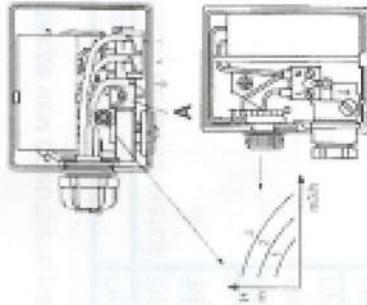

рис. 7
- Замена конденсатора: Для замены конденсатора, снимите зажим, закрепляющий провода конденсатора (рис. 7 (А)); вытащите их и введите провода нового конденсатора. Характеристики указаны шильдиком (µF). Надавите на зажим, чтобы их зафиксировать.